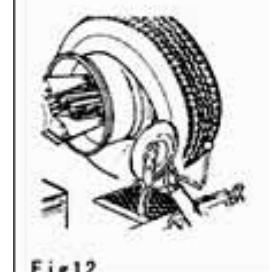

Fig 12
- (8) Переведите рукоятку инструментальной консоли к внутренней части шины, установите диск рядом с бортом, вращайте колесо против часовой стрелки, чтобы полностью снять внутренний борт шины с колеса (рис. 12).